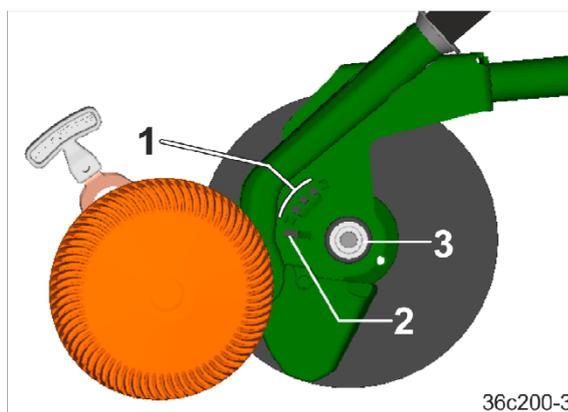

Fig. 132
1. Enclavar la palanca más allá del punto de resistencia (Fig. 132/1) en el orificio oblongo (Fig. 132/2).
2. El disco de rejás del orificio oblongo (Fig. 132/2) debe desplazarse hasta que se libere el disco de rejás del cierre (Fig. 132/3).